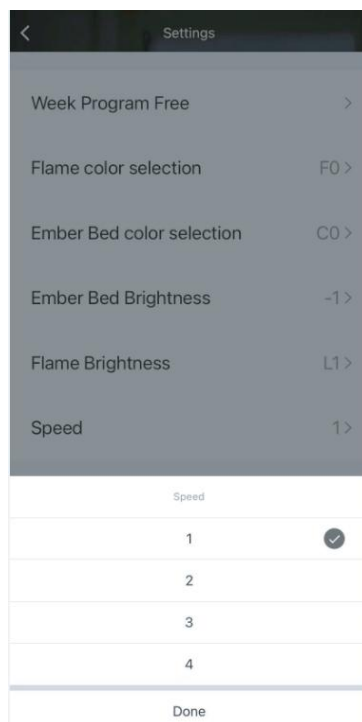

Imagen 15
10. Abre velocidad, puedes elegir entre 4 velocidades (1-4), como se muestra en la imagen 15.